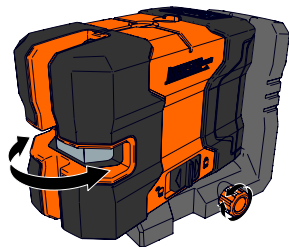

Figura 15
3. Cuando use el haz de láser vertical (plomada), gire la unidad a la posición deseada. Use la perilla de ajuste fino para hacer ajustes pequeños. (Figura 15)